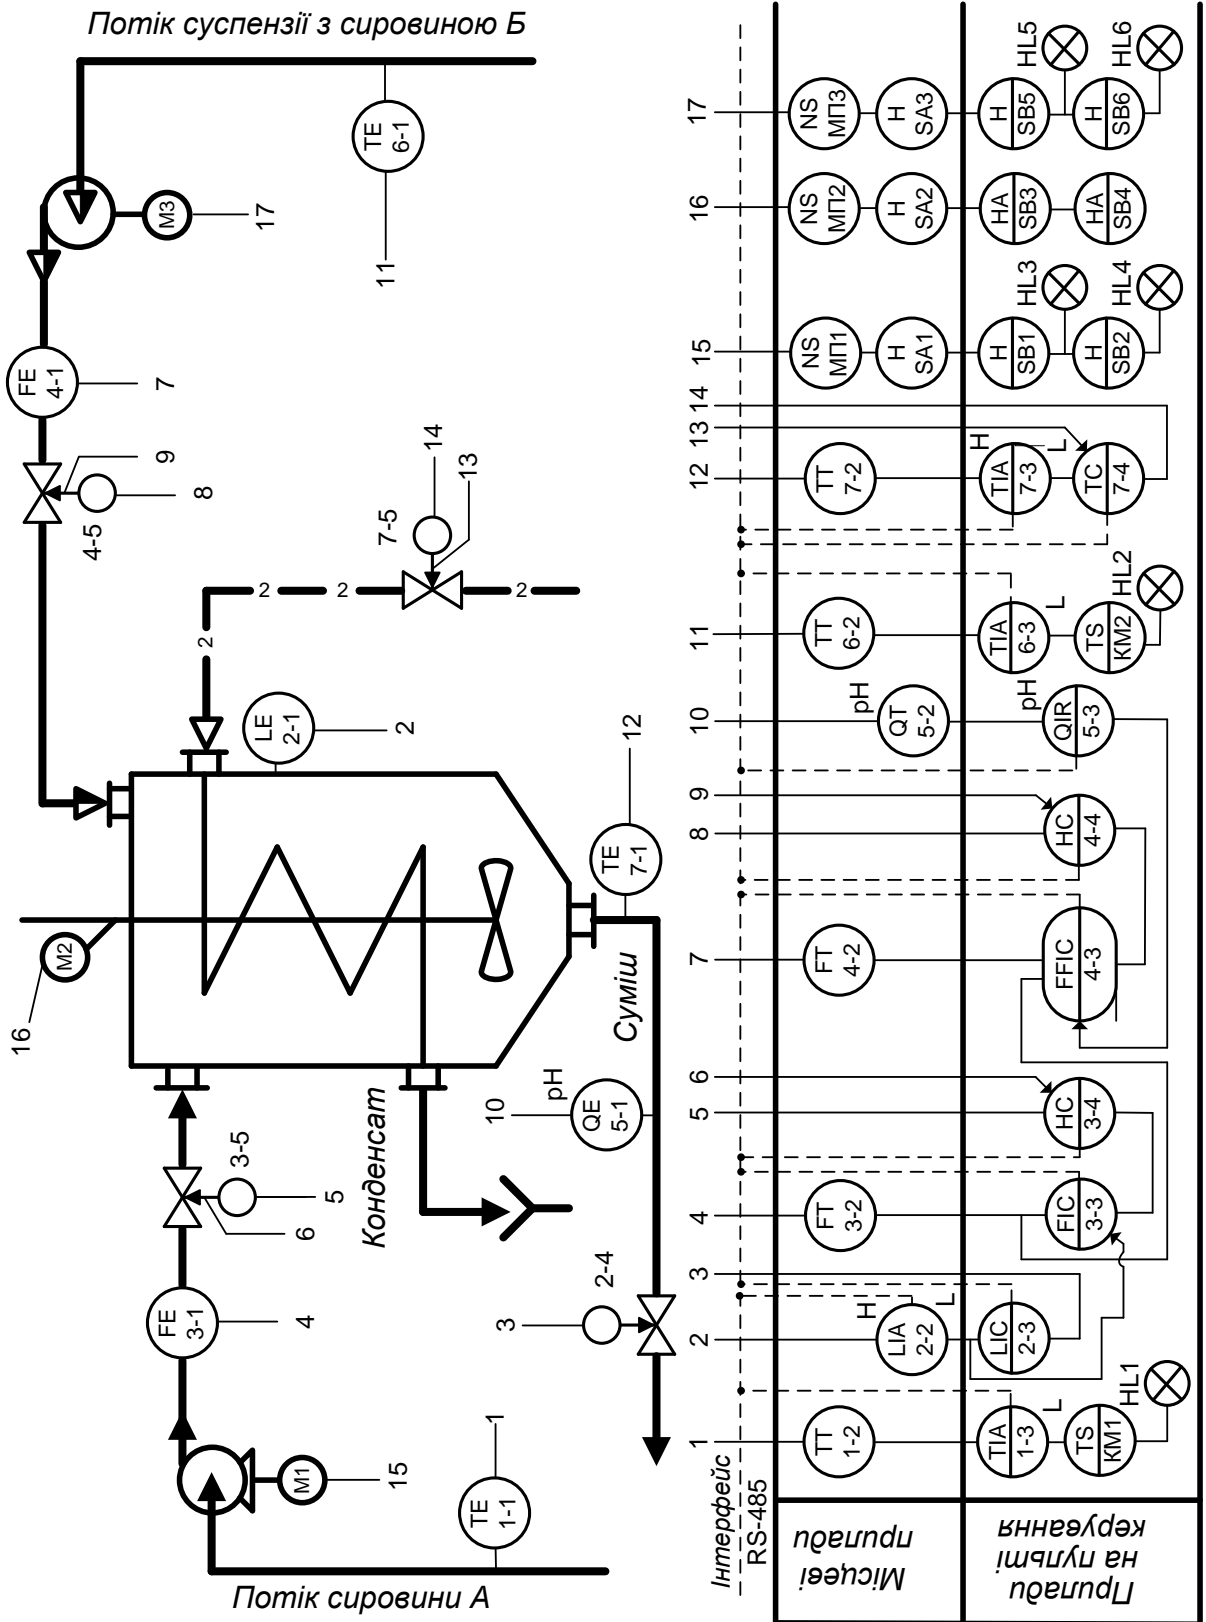

Рис. 17-1 Схема автоматизації технологічного процесу.
**Задача № 2.** Для схеми автоматизації технологічного процесу, яка показана на рис. 17-1 потрібно починаючи з вказаної позиції на схемі визначити наступне: